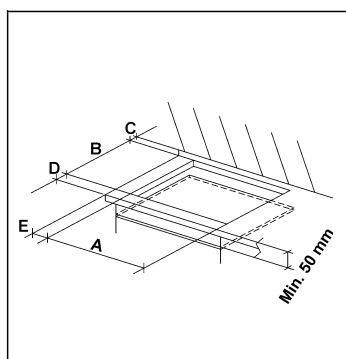
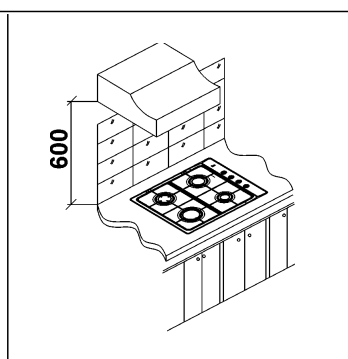

FIG. 9
FIG. 10
Faça uma abertura para o encaixe no plano do móvel, respeitando as dimensões indicadas na fig.9, certificando-se de que sejam respeitadas as dimensões do espaço no qual o aparelho deverá ser instalado (veja fig.10).
- Para evitar possíveis contactos accidentais com a superfície da carcaça da placa aquecida durante o funcionamento da mesma, coloque um elemento de separação em madeira e aperte-o com parafusos a distância mínima do topo, de 50 mm (fig. 9).